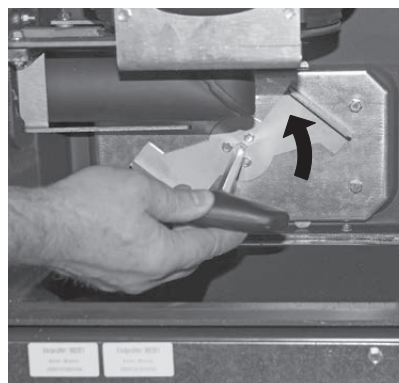

Fig. 44 Griff verdrehen gegen den Uhrzeigersinn verdrehen
- ▶ Deckel-Nachheizflächen ansetzen und Griff gegen den Uhrzeigersinn bis zum Anschlag verdrehen – Fig. 44.